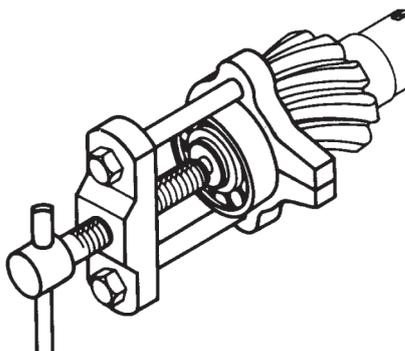

Figura 34
- M - Saque, se necessário, o rolamento piloto, utilizando um extrator adequado ou uma prensa (figura 34).